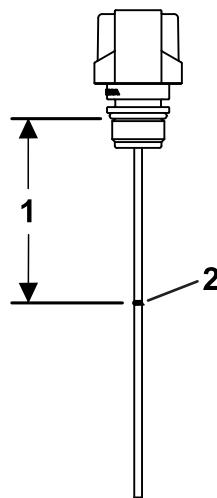

図 9
- 図 9のように、ディップスティックについているマーク95mmのところでディップスティックを切断し、リークディテクタタンクの口にディップスティックを取り付ける。